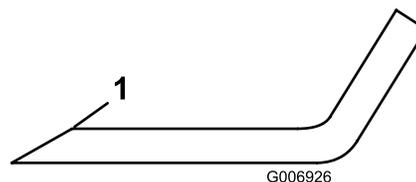

Figure 18
5. Examinez les tranchants de toutes les lames. aigüisez-les s'ils sont émoussés ou ébréchés. N'aigüisez que le haut du tranchant et conservez l'angle de coupe d'origine pour obtenir une coupe nette (**Figure 18**).
6. Si elles sont émoussées ou ébréchées, n'affûtez que le haut du tranchant et conservez l'angle de coupe d'origine (**Figure 18**).